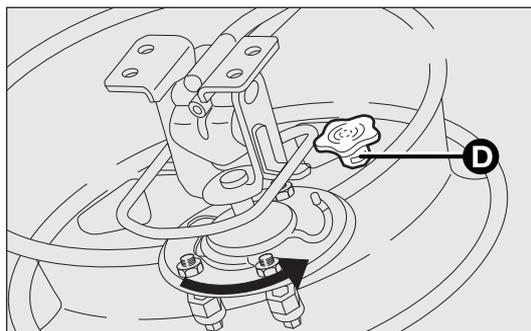

Abb. 164
- das Rad an der Halterung einhaken, indem man es bis zum Ende des Langloches dreht (wie in Abb. 164) und den Griff D – Abb. 164 anzieht;